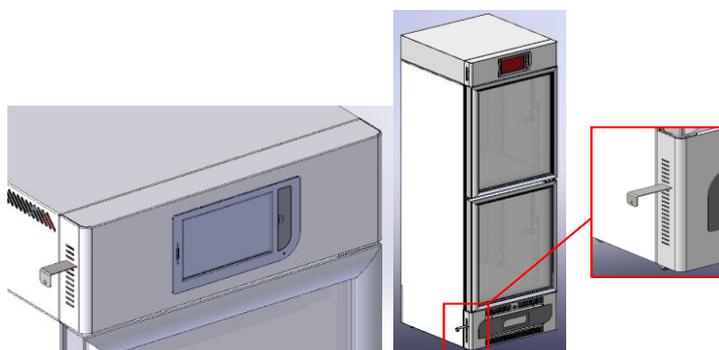

Fig. 28 – posizione e inserimento chiave modelli 2 temperature
- **Per modelli 2 temperature:** Inserire la chiave nella fessura dedicata posta a lato del frontalino in corrispondenza della serratura (sia per il vano superiore che per il vano inferiore fig.28) e mantenere premuta la chiave sulla leva di sblocco mentre si procede con l'apertura della porta (rilasciando il meccanismo la porta verrà nuovamente bloccata)